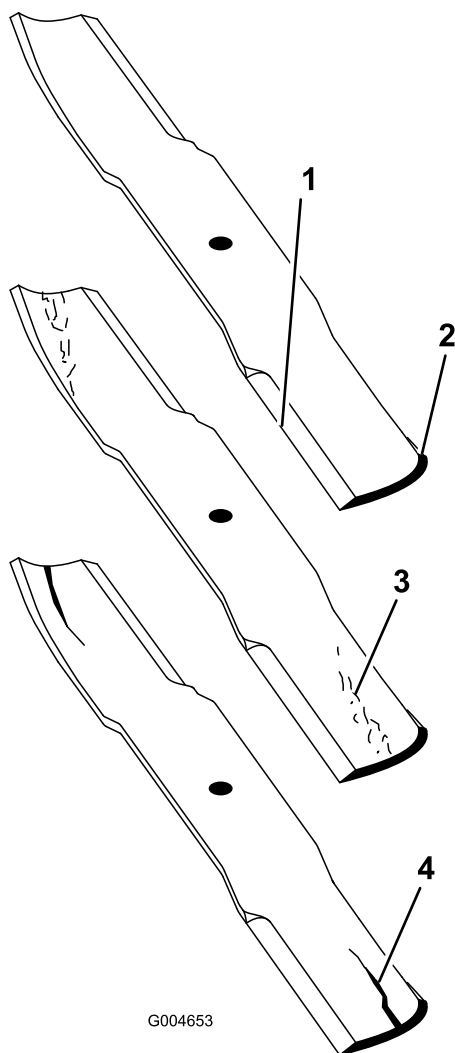

Figura 115
2. Examine cuidadosamente as extremidades da lâmina, prestando especial atenção à zona onde se encontram as partes curvas e planas da lâmina (Figura 115).
Nota: A areia e os materiais abrasivos podem desgastar o metal entre as partes plana e curva da lâmina; por isso, verifique a lâmina antes de utilizar a máquina. Se verificar que esta zona se encontra desgastada (Figura 115), substitua a lâmina.